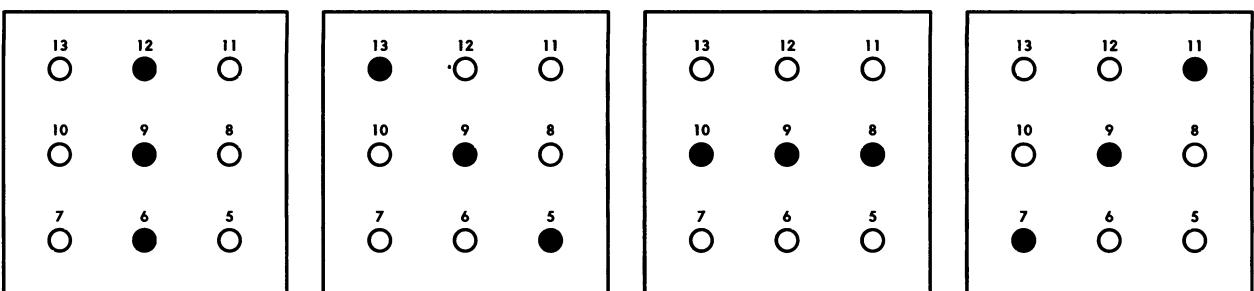

Рис. 3.23. Имитация вращения линии посредством отображения последовательности линий, смещенных на угол в 45°
Для начала преобразуем врачающуюся линию в последовательность составляющих ее изображений. Начнем в вертикальной линии, а для имитации ее вращения будем последовательно смещать ее на угол в 45° (рис. 3.23).
Функция `verticalLine()` ❶ отображает первую линию из рис. 3.23, функция `topLeftDiagonal()` ❷ — вторую, функция `horizontalLine()` ❸ — третью и функция `topRightDiagonal()` ❹ — последнюю. Как и в случае с предыдущими пользовательскими функциями, эти пользовательские функции имеют тип данных `void`, поскольку они не возвращают никаких значений.